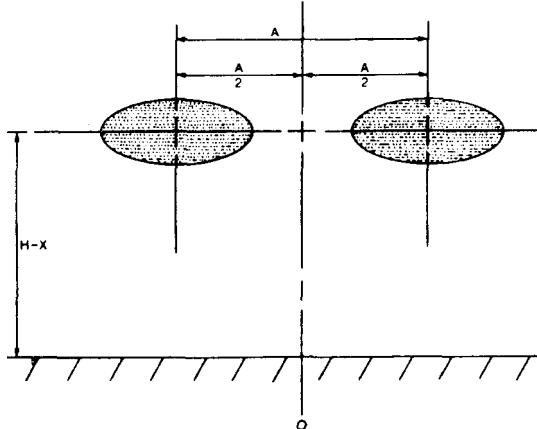

Рис. 10.36. Регулировка дополнительных фар.
7. Дополнительные фары. Включите фары и закройте одну из них. Ослабьте гайку крепления фары и отрегулируйте ее таким образом, чтобы показатели совпадали с рис. 10.36.